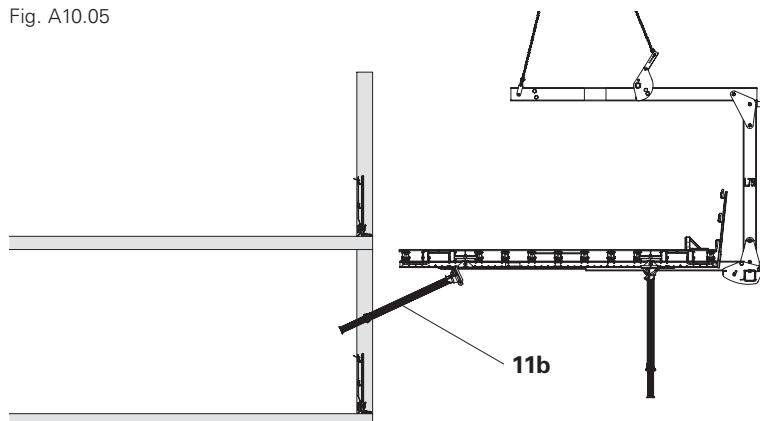

Fig. A10.06
5. Ripiegare il MULTIPROP MP (11b) e continuare a estrarre il tavolo per solai. (Fig. A10.06)